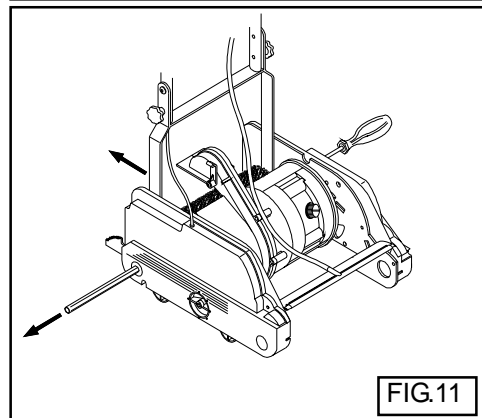

FIG.11
13.1.2 Brosse arrière (Fig. 11)